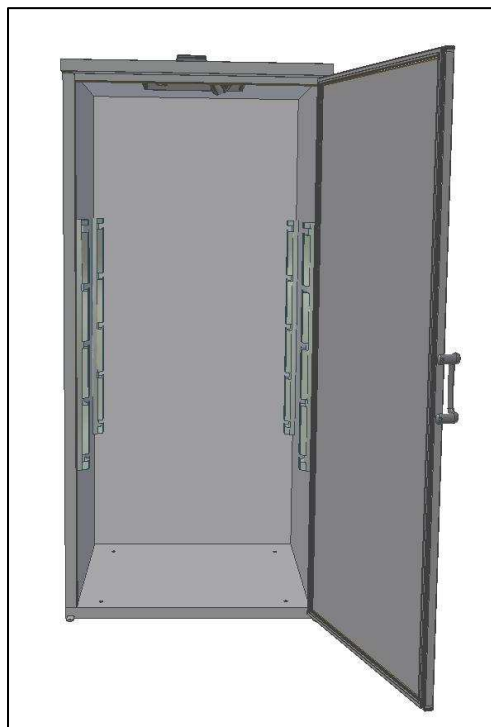

Fig. 13
- Placer **les supports de grilles** sur les latéraux, droit et gauche, à l'intérieur de l'armoire (Fig.13);